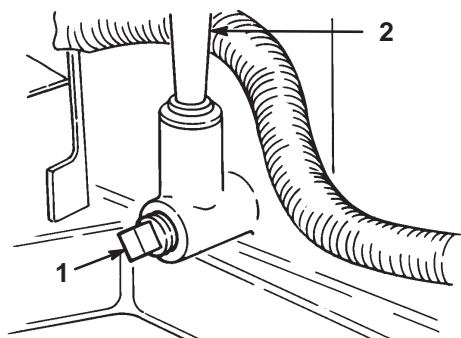

Figure 15
9. Placez un bac de vidange sous le goulot de remplissage/jauge et retirez le bouchon de vidange (Fig. 15).